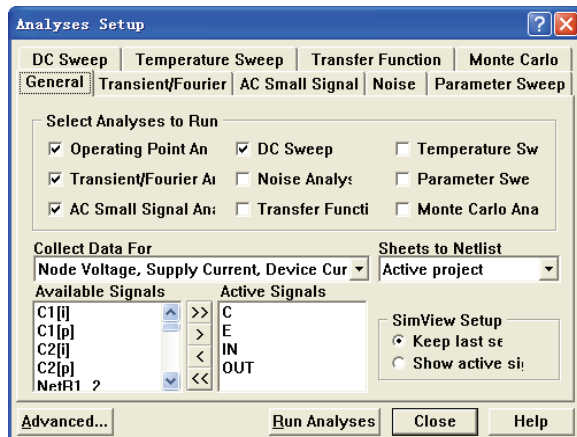

图 10-52 选择信号
(6) 返回原理图编辑环境，执行“Simulate”→“Setup”菜单命令，系统弹出仿真分析设置对话框。选中直流工作点分析、瞬态特性与傅里叶分析、交流小信号分析和直流传输特性分析，并选择观察信号 IN、OUT、C 和 E，如图 10-52 所示。